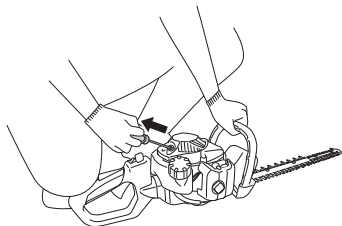

Fig. 6
- Tirez vivement sur la corde du lanceur, en faisant attention de bien tenir la poignée sans la laisser s'échapper brusquement. (Fig. 6)